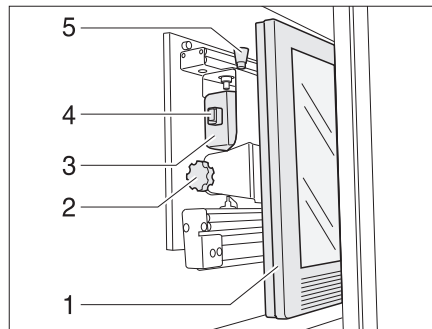

Bild 131 TV-skåp
- Tryck på låsknappen (Bild 131,5) och drag, med handtaget (Bild 131,4), fram fästet för den platta bildskärmen till stoppläget.
- Drag ut låsknappen (Bild 131,1) och vrid den platta bildskärmen (Bild 131,2) till önskat läge.
- Lossa den räfflade skruven (Bild 131,3).